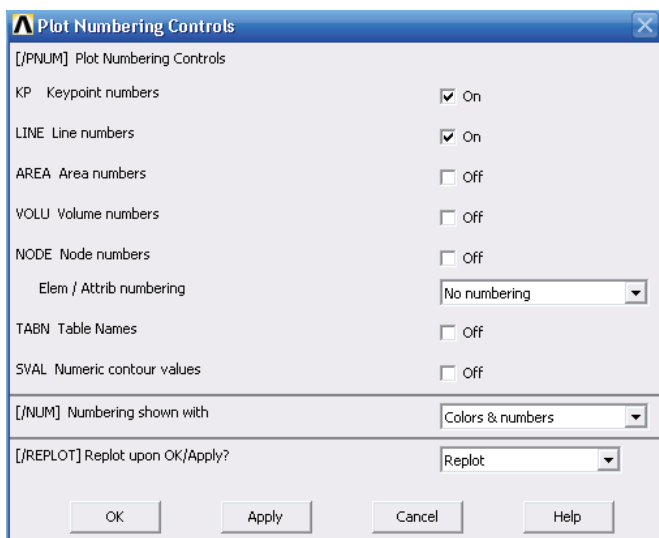

图 2-33 编号显示控制对话框
2) 选择 Utility Menu | PlotCtrls | Numbering 命令, 出现 Plot Numbering Controls 对话框, 选择 KP Keypoint numbers 和 LINE Line numbers 选项, 使其状态从 Off 变为 On, 如图 2-33 所示, 单击 OK 按钮关闭该对话框。